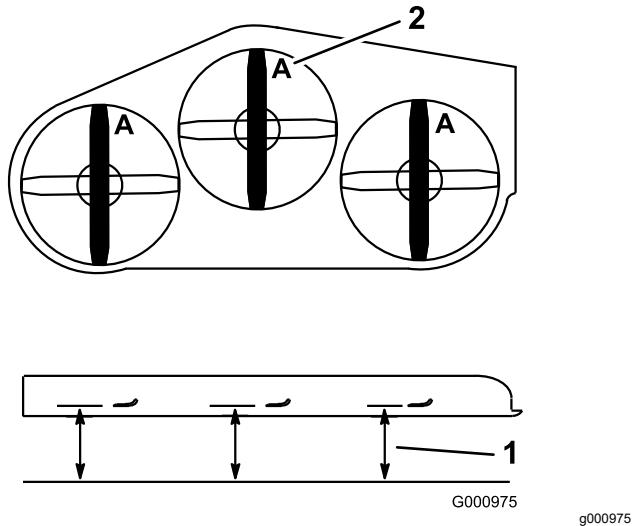

Figure 85
4. Au point **A**, mesurez l'écart entre la surface plane et le bord coupant de la pointe des lames (Figure 85).